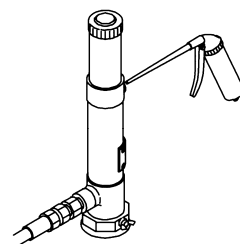

Fig.7
- 2) エア供給口に、Fig.7のようにして潤滑油を数滴（約5mL）注入してください。